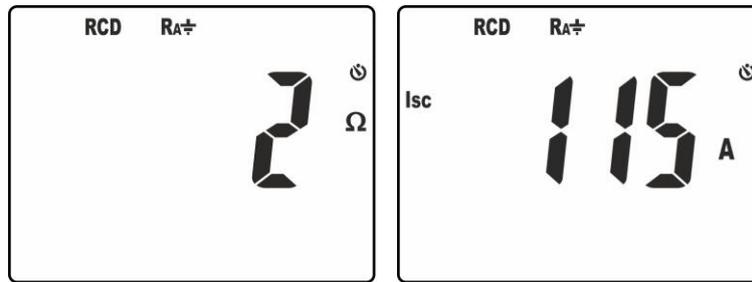

Fig. 22: Risultati della misura di resistenza globale di terra
9. Nella videata di Fig. 22 – parte sinistra è presente il valore della resistenza globale di terra. Premere i tasti ∇ / o \blacktriangle per visualizzare il valore della corrente di cortocircuito presunta **Isc** (vedere § 9.3)